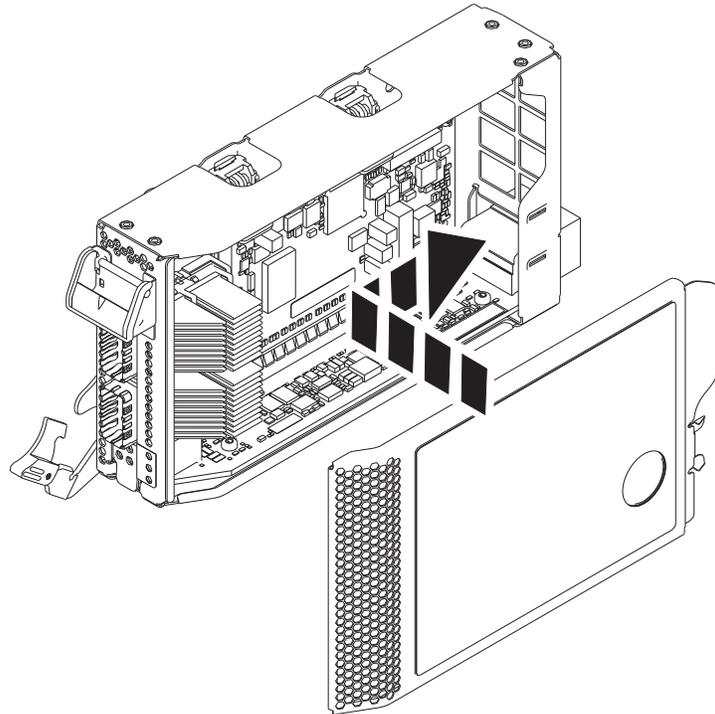

Abbildung 8. Kassettenabdeckung des PCIe-Adapters austauschen
- a. Richten Sie die Kassettenabdeckung aus und schieben Sie sie auf der Kassette in Position, wie in Abb. 8 dargestellt.